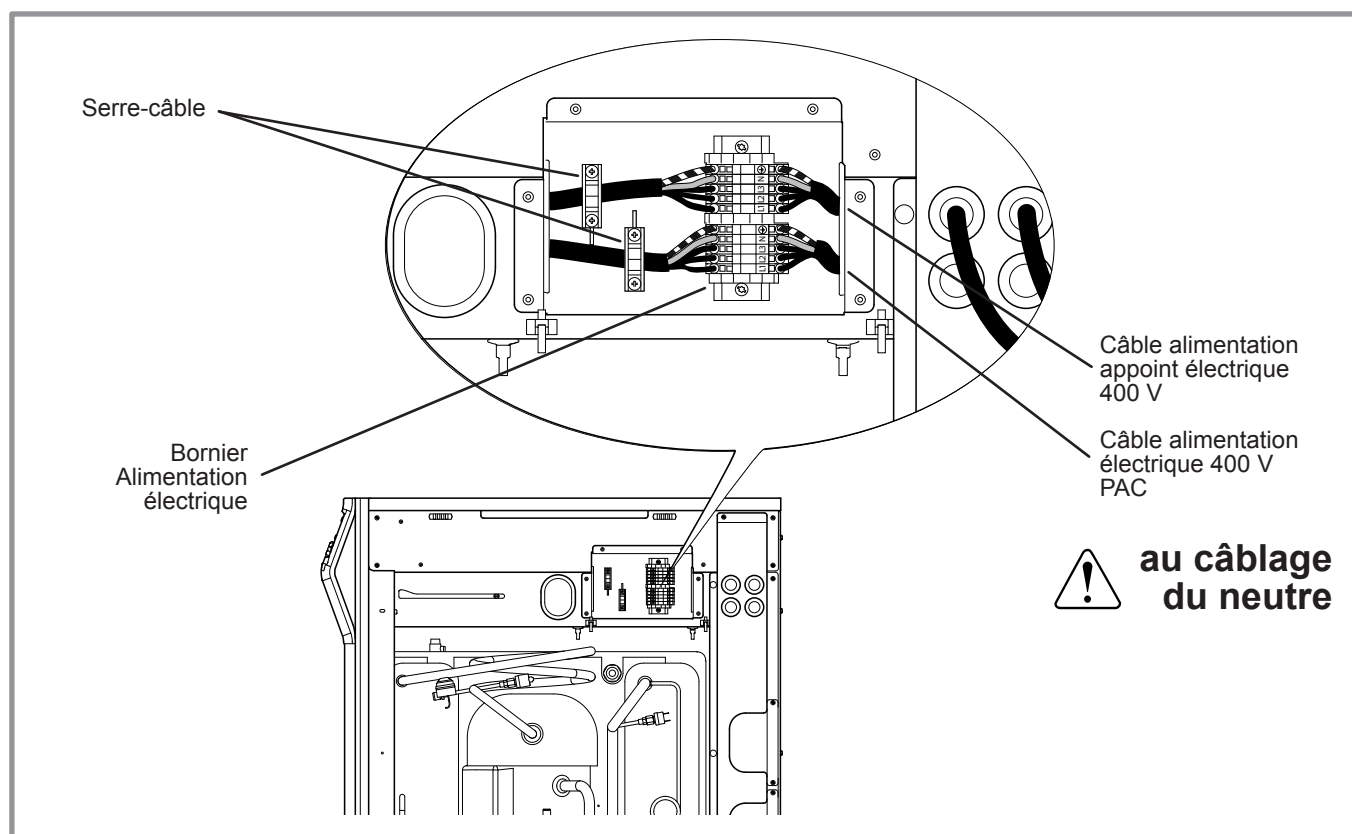

figure 19 - Raccordement au bornier d'alimentation électrique (vue de coté droit)
- Effectuer les raccordements suivant le schéma (figure 19, page 21).